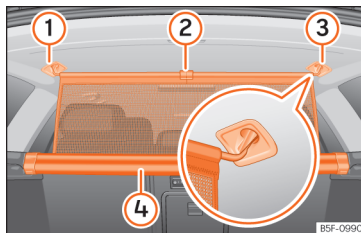

Fig. 157 Nel bagagliaio: agganciare la rete divisoria.
- Tirare verso l'alto la linguetta »» fig. 157 ② per estrarre la rete dalla scatola ④.
- Fissare la rete divisoria sul lato destro ③ (immagine ingrandita).
- Fissare la rete divisoria nell'alloggiamento sul lato sinistro ① tirando la barra.